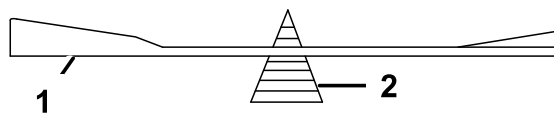

Bild 67
2. Prüfen Sie die Auswuchtung des Schnittmessers auf einer Ausgleichsmaschine (Bild 67).